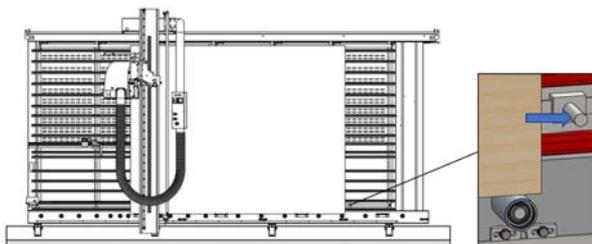

Abb. 31: Materialansschlag
Schritt 3: Das gewünschte Maß einstellen und die Platte bis zum Anschlag herschieben (Abb.31).